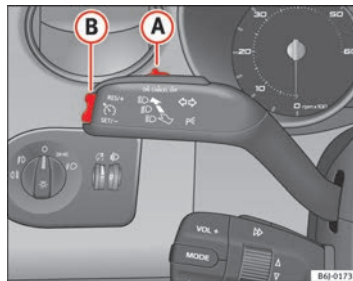

Abb. 113 Blinker- und Fernlichthebel: Schalter und Wippe für die Geschwindigkeitsregelanlage
- Drücken Sie den oberen Teil der Wippe **RES** ⇒ Abb. 113 (A), um die Geschwindigkeit zu erhöhen. Solange Sie die Wippe gedrückt halten, beschleunigt das Fahrzeug. Sobald Sie die Wippe loslassen, wird die neue Geschwindigkeit gespeichert.
Wenn Sie die gespeicherte Geschwindigkeit durch Treten des Bremspedals verringern, wird die Geschwindigkeitsregelanlage deaktiviert. Sie können durch einmaliges Drücken des oberen Teils der Wippe **RES+** → Abb. 113 **(B)** die Regelung wieder aufnehmen.